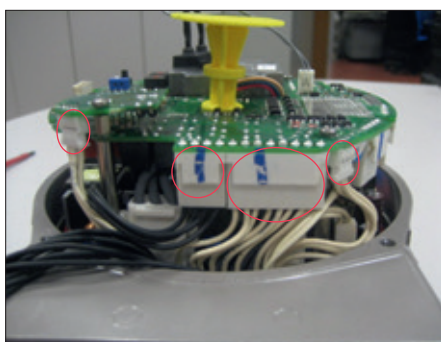

Figura 27
- Rimuovere (come indicato in Figura 27):